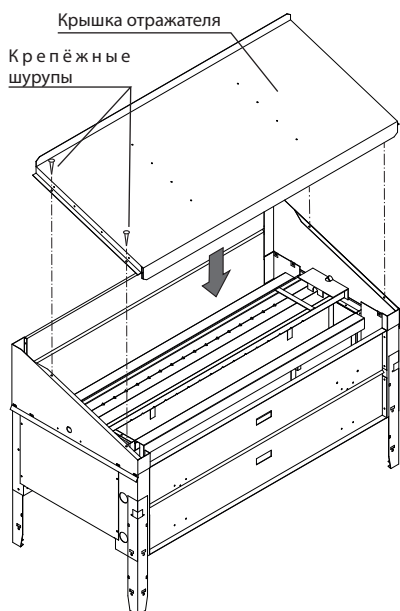

Рис. 7
8. Монтаж крышки отражателя (рис. 7)